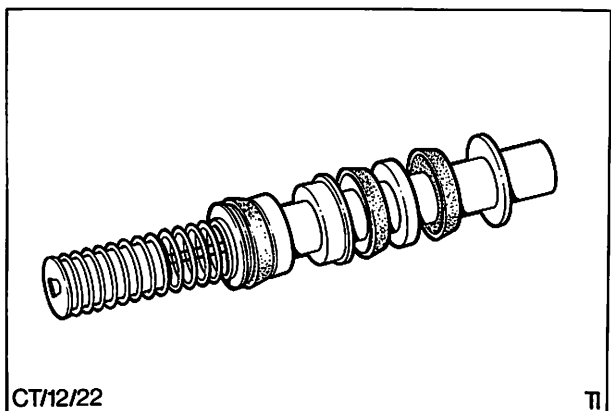

Abb. 70 Primärkolben komplett
3. Anschlagscheibe und Primärkolben herausnehmen, Abb. 70.
9. Primärkolben, Ausgleichscheibe, Primärmanschette, Druckhülse, Feder, Federteller, Federhülse und Spezialschraube zusammenbauen. Spezialschraube nicht übermäßig festziehen! Hinteres Ende des Kolbens, wie in Abb. 70 gezeigt, zusammenbauen.